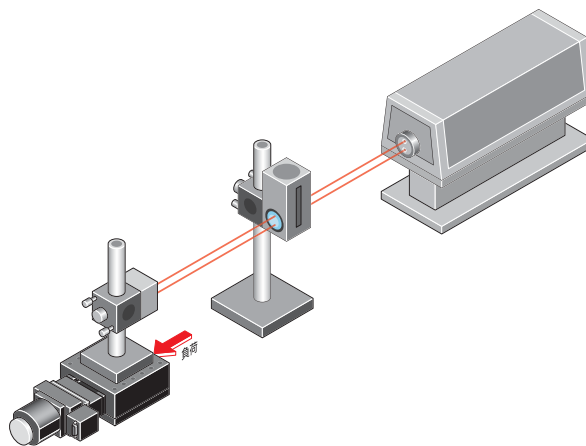

図3-6 バックラッシュ
3.6 バックラッシュ [JIS B 0182-1993 準拠] 【図3-6】